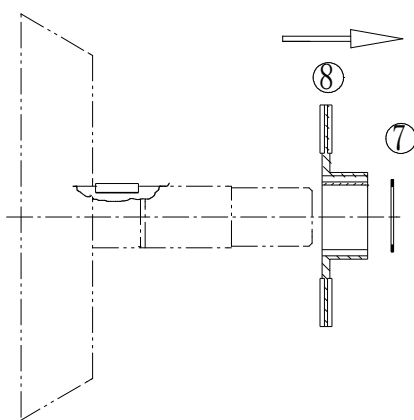

图9.3-11c
- (3) 如图 9.3-11c，取下挡圈⑦，取下摩擦片及花键套⑧；